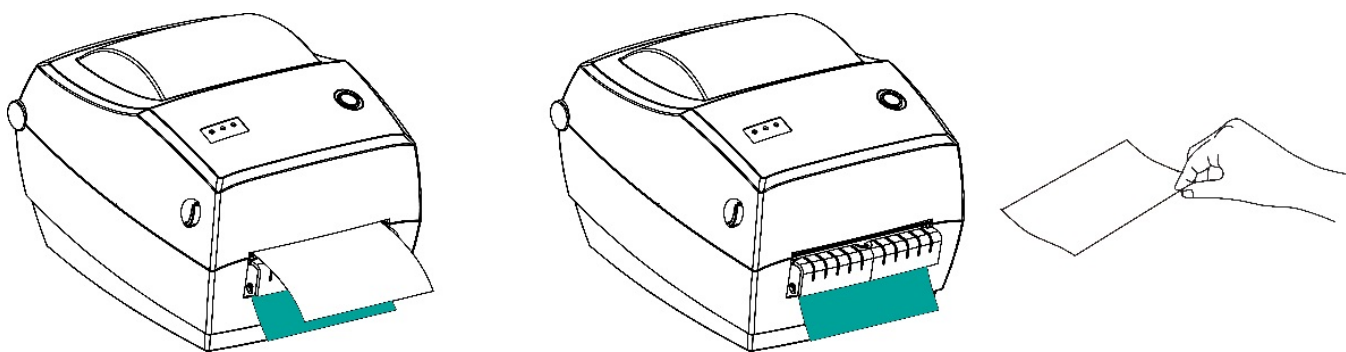

Рисунок 45. Окончание установки
**8** Включить принтер и нажать кнопку промотки, принтер выполнит отделение одной этикетки. Чтобы была напечатана следующая этикетка, нужно снять напечатанную (рисунок 45).